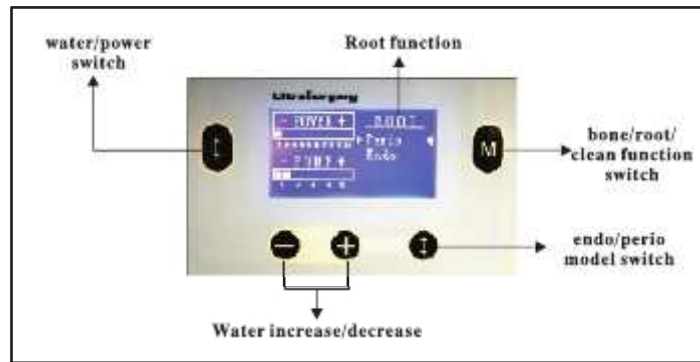

Fig.10
7.2.2 Función raíz (Fig.10)
7.5.6 Comprobar el display para ver el nivel de potencia establecido. Si el nivel requerido difiere del establecido, usar la llave “+”/“-”(Fig.10) para seleccionar dependiendo del tipo de función establecida.